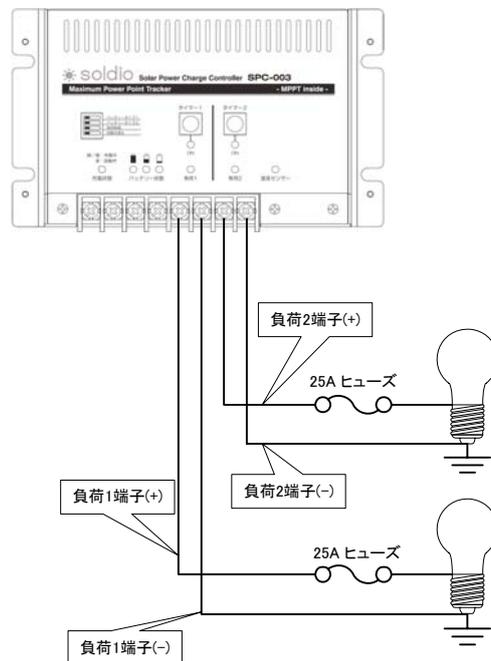

図 4. 負荷配線
- 負荷側電線のプラス側とマイナス側を、負荷端子や負荷の配電盤へ図4に示すように接続してください。